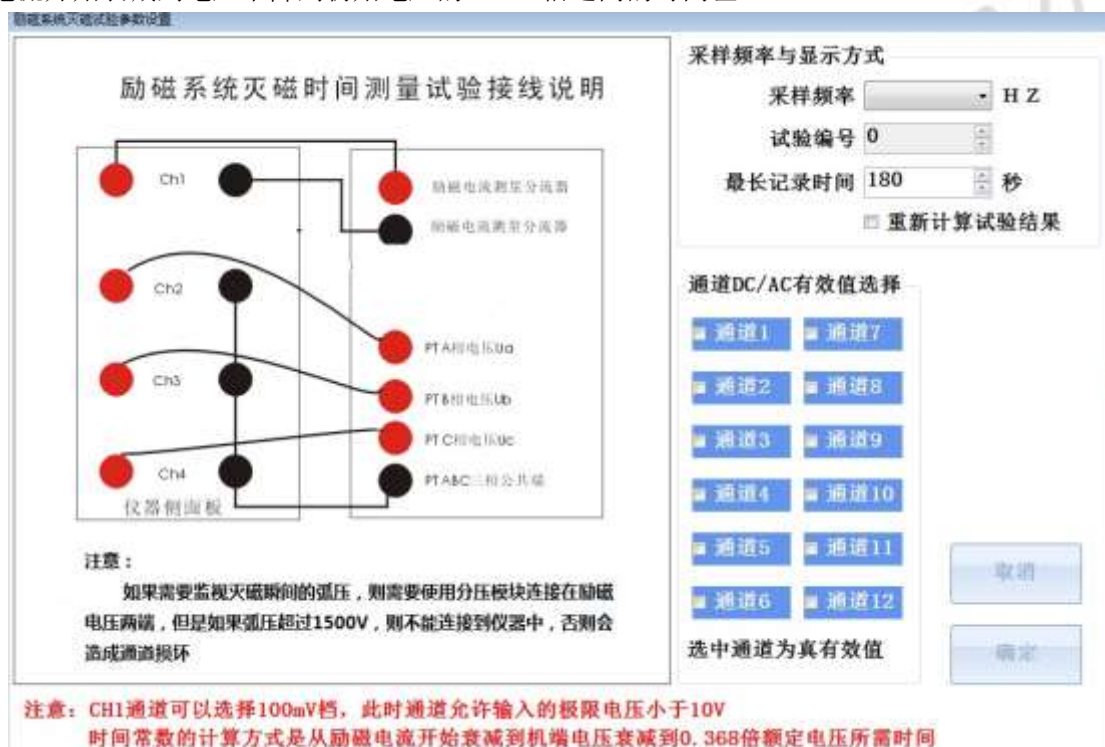

图 38 灭磁试验参数设置
1) 按照图 38 所示的试验参数设置界面连接测试线，获取测试信号